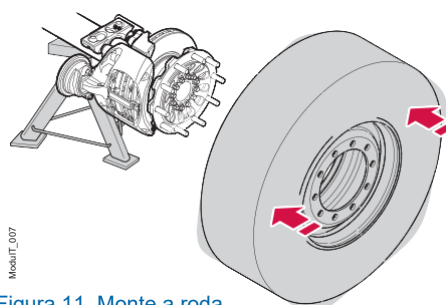

Figura 11. Monte a roda
2. Monte a roda, veja a Figura 11.